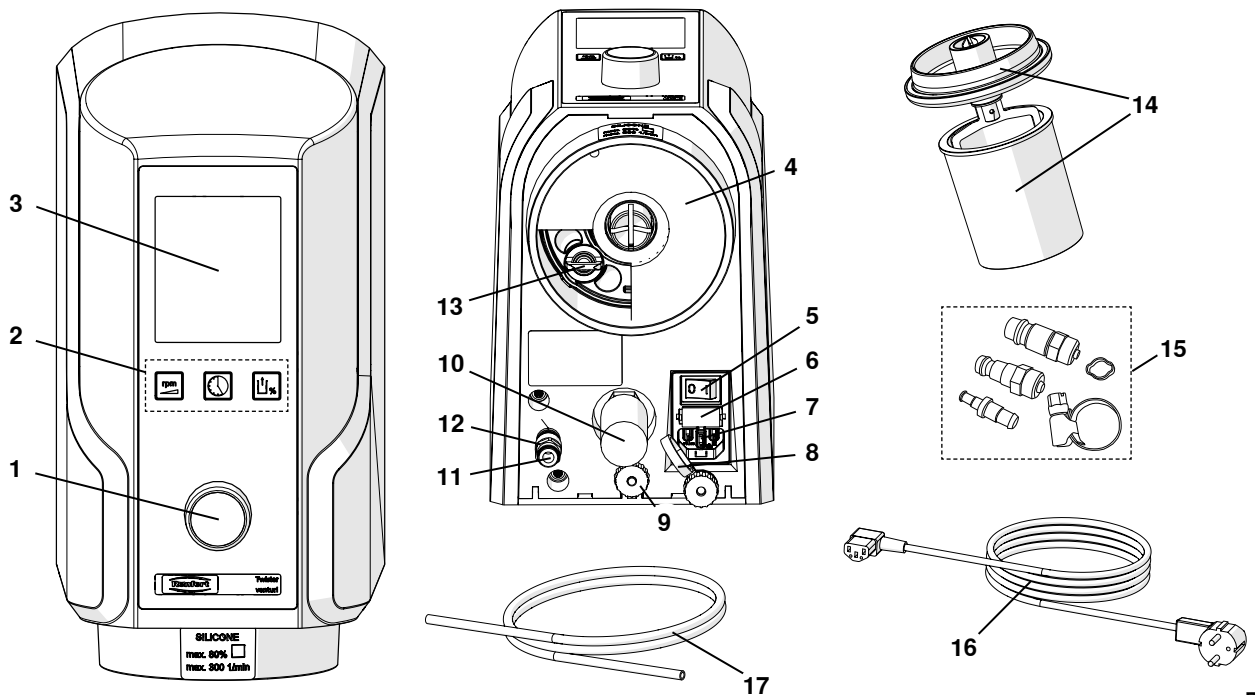

图. 1
- ⇒ 从附件套装中选出相应的接口装于软管的另一端，与压缩空气系统连接（15, 图1）。